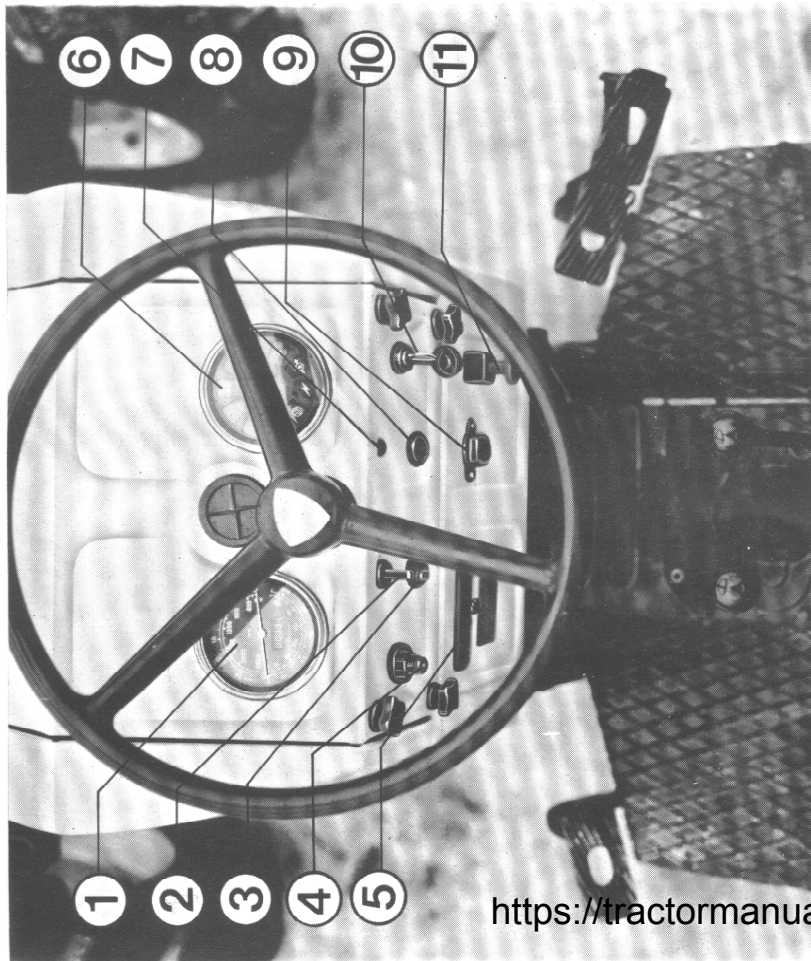
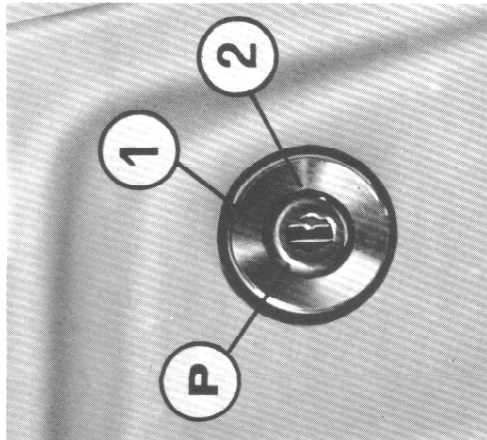

FIG. 1. Strumenti di controllo
FIG. 5. Interruttore generale di avviamento
- 1) sbloccare il tirante arresto motore (11 fig. 1) e controllare che la leva del cambio (vedi schema) e la leva innesto P.d.F. si trovino in folle;
3) introdurre la chiave nell'interruttore generale (10 fig. 1) e ruotarla in senso orario sulla posizione 2 (fig. 5).
4) appena il motore è partito abbandonare la chiave dell'interruttore generale che ritornerà automaticamente nella pos. 1 e portare la leva acceleratore nella posizione di minimo lasciando-vela fino a che il motore è diventato sufficientemente caldo;
5) per l'arresto: spostare la leva comando acceleratore sulla posizione di minimo indi tirare l'apposito pomello (11 fig. 1).
#### INTERRUTTORE GENERALE DI AVVIAMENTO (Fig. 5)